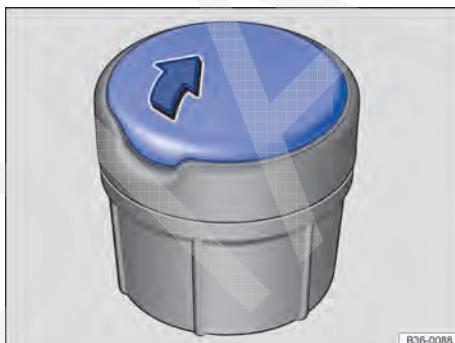

Fig. 171 Cinzeiro móvel.
- Para *abrir*, levantar a tampa do cinzeiro → Fig. 171 no sentido da seta.